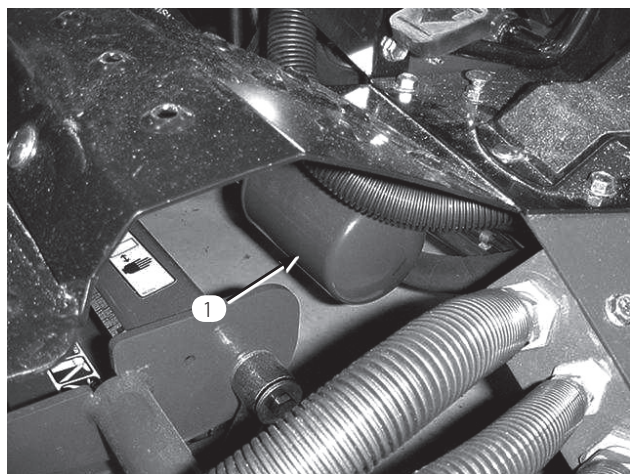

図 48
3. フィルタ取り付け部周辺をウェスできれいにぬぐう (図 48)。フィルタ・ハウジングの下からフィルタを外し、オイルを廃油受けに回収する。フィルタレンチはボトムタイプのものを使用する。廃油は適切な方法で処理する。